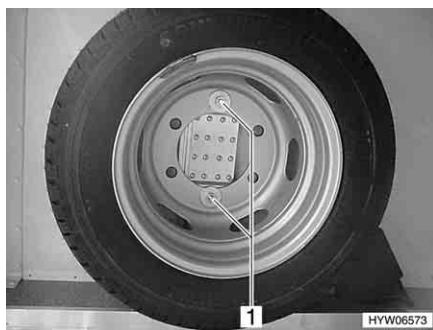

Bild 240 Ersatzrad im Heckstauraum
- Beide Schrauben (Bild 240,1) mit einem Radmutterschlüssel lösen.